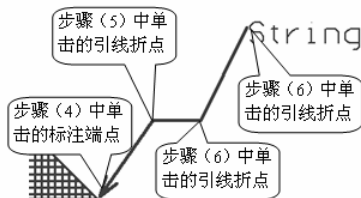

图 7.67 引线标注的过程
(3) 在属性对话框的“Text”编辑框内输入要标注的文字。
(4) 在工作区单击要标注的位置。
(5) 移动鼠标调整引线的长度，单击鼠标，确定标注线的折点。
(6) 单击鼠标确定标注线其他折点的位置，所有折点确定后，在标注线的终点单击鼠标右键，确定标注线的终点位置，完成这次标注。标注过程如图 7.67 所示。